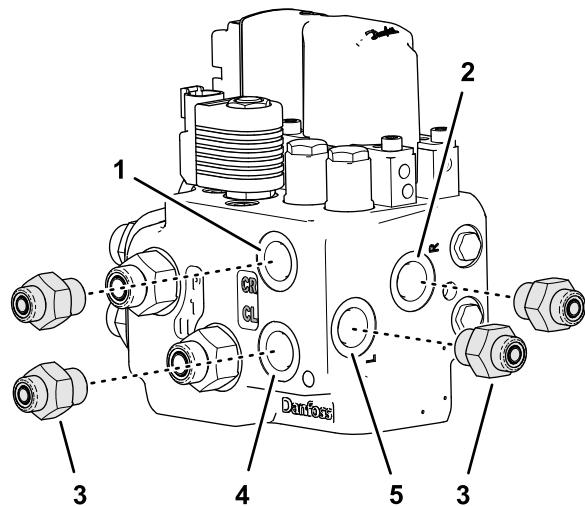

図 80
- ポート P (EF)
- ポート T (EF)
4. 次のように、4つのストレート油圧継手 (-6 x 18 mm) をEHIステアリングバルブ (図 80) に組み付けます。